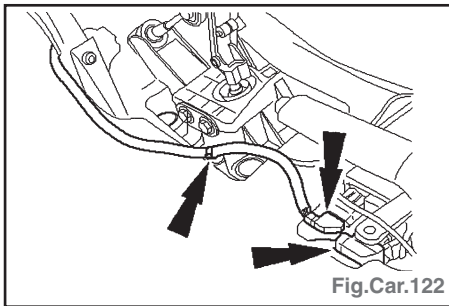

Fig.Car.122
- Débrancher les connecteurs de module de retenue adaptative et déclipser le faisceau de câblage (Fig.Car.122).